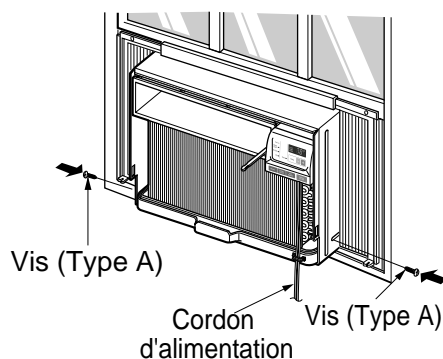

Fig. 7
10. Glissez l'appareil dans le boîtier. (Voyez la fig. 7)